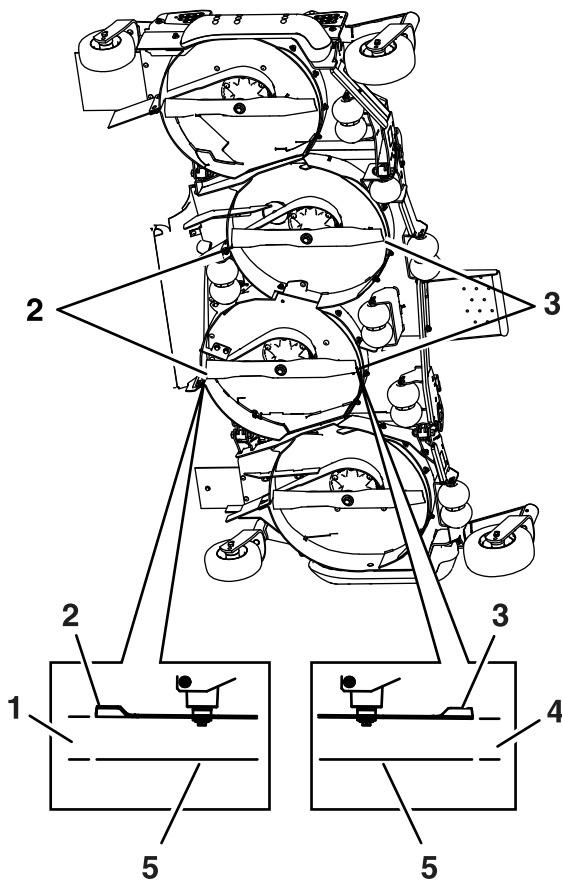

Рисунок 78
10. Измерьте расстояние от горизонтальной поверхности до передней кромки левого и правого ножей средней деки (Рисунок 78). Расстояние должно быть равно 102 мм.